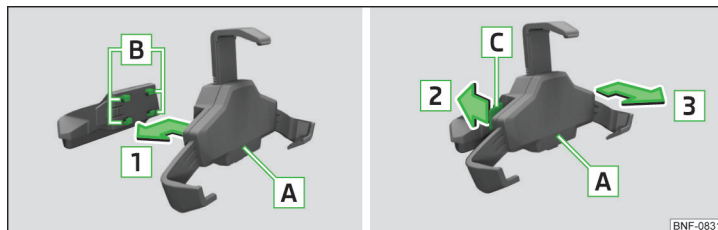

Рис. 75 Установлення тримача в адаптер і зняття з адаптера
- » Щоб закріпити тримач в адаптері, всуньте тримач **А** в кріплення **В** у напрямку стрілки **1** так, щоб почувся звук фіксування » Рис. 75.